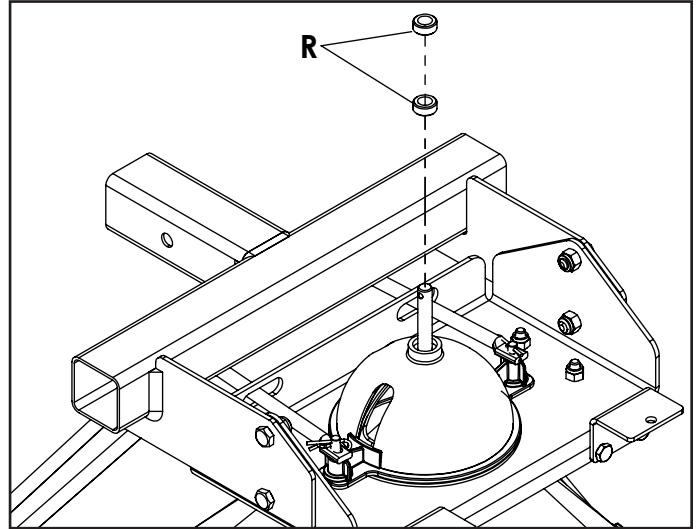

FIGURA 15
PASO 15: (VER FIGURA 15)
- Instale un espaciador (R) en el eje del impulsor.
- Instale otro espaciador (R) en el eje del impulsor.